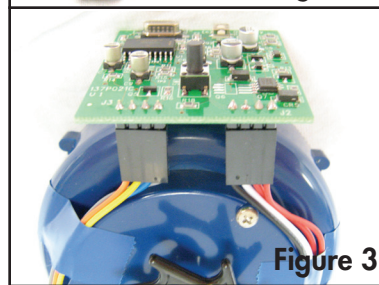

Figure 3
10)(Figure 3) Branchez les fils du moteur et l'alimentation électrique ainsi que ceux de détecteur sur la carte électronique. Comme décrit sur l'image, les fils du moteur et de l'alimentation électrique sont connectés au fil rouge sur le côté droit du bord extérieur, tandis que les fils du détecteur sont connectés au fil orange sur le côté gauche de la carte électronique au bord extérieur. Les contacts en cuivre des deux sections de fils connectés sont orientés vers le haut de la carte électronique.